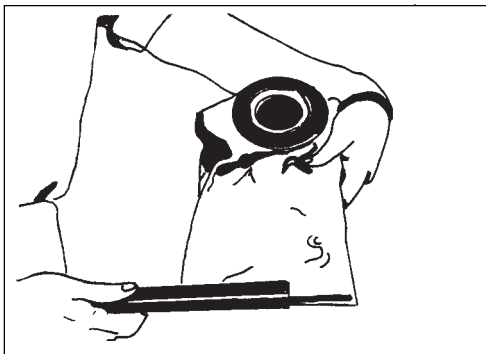

Figure 15
3. Slide the clamp off the filter bag. See figure 15.
3. Faites coulisser la pince qui referme la partie inférieure du sac-filtre en tissu. Voir figure 15